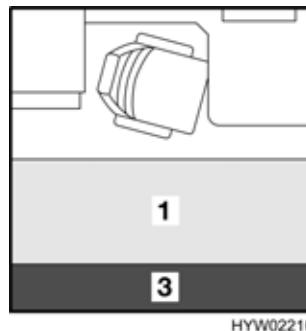

Fig. 103 Dopo la trasformazione
- Piazzare il cuscino dello schienale (Fig. 103,3) tra il cuscino del divano e la parete esterna.